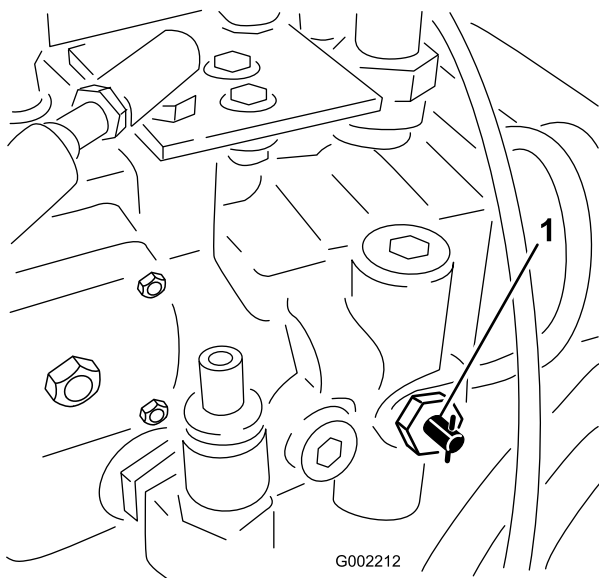

Figura 25
1. Gire la válvula de remolcado (Figura 25) 90 grados en cualquier sentido para abrirla.